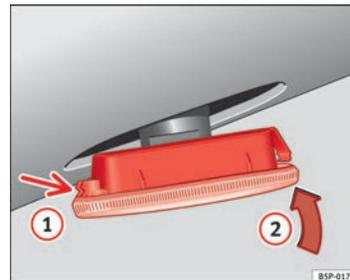

Abb. 237 Seitlicher Blinker
- Setzen Sie den Blinker zuerst in der Aufnahme der Karosserie ein, wobei die Halterungen richtig einrasten müssen ⇒ Abb. 237, Pfeil (1).
- Die Lampe in Pfeilrichtung (2) ⇒ Abb. 237 einsetzen.